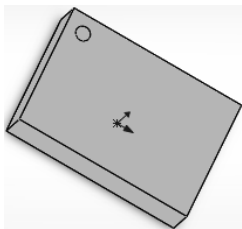

图 6-155 源文件
- 02 在“打开”属性管理器中选定文件名为“6.28”, 然后单击“OK”按钮, 或者双击所选定的文件, 即打开所选文件, 如图 6-155 所示。